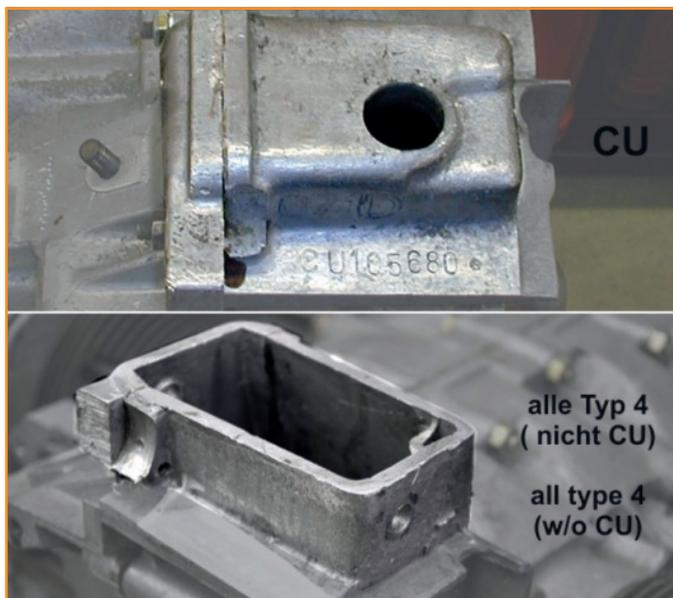

Fig.1
- Basically there exist two different Type-4 engine case designs. The CU cases with the closed breather box tower requires a different installation procedure than the remaining types. (Fig.1)
- These cases have a closed breather tower (Fig 1). This need to be removed with a mill before you can start installing the upright fan conversion.
- Es gibt 2 verschiedene Vorbereitungen zur Montage des Limabockes, je nachdem welcher Motorgehäuse-Typ verwendet wird. (Fig.1)
- Bei diesem Motortyp muss der angesessene Entlüftungsturm (Fig. 1) mit Hilfe einer Fräse entfernt werden.